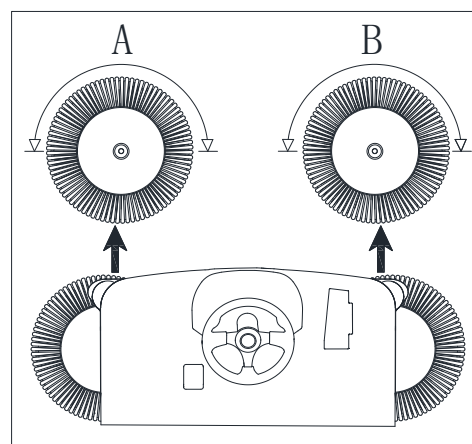
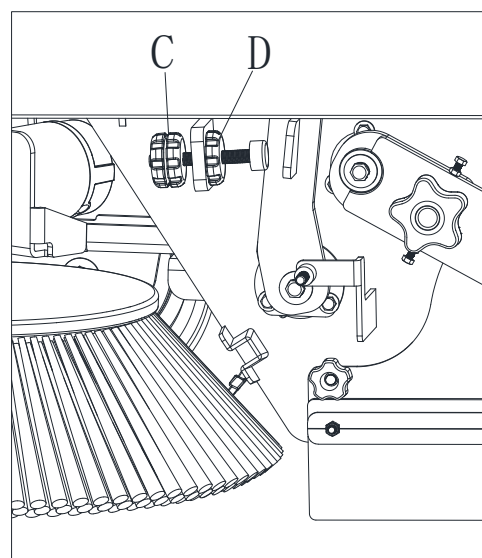

Figura 28
Figura 29
- Verificare che le impronte delle spazzole laterali siano come indicato in figura (A e B, Figura 28).
- Regolare il regolatore della spazzola laterale (C, Figura 29) fino a ottenere l'impronta corretta (A e B, Figura 28). Quindi fissare il regolatore con la ghiera (D, Figura 29).